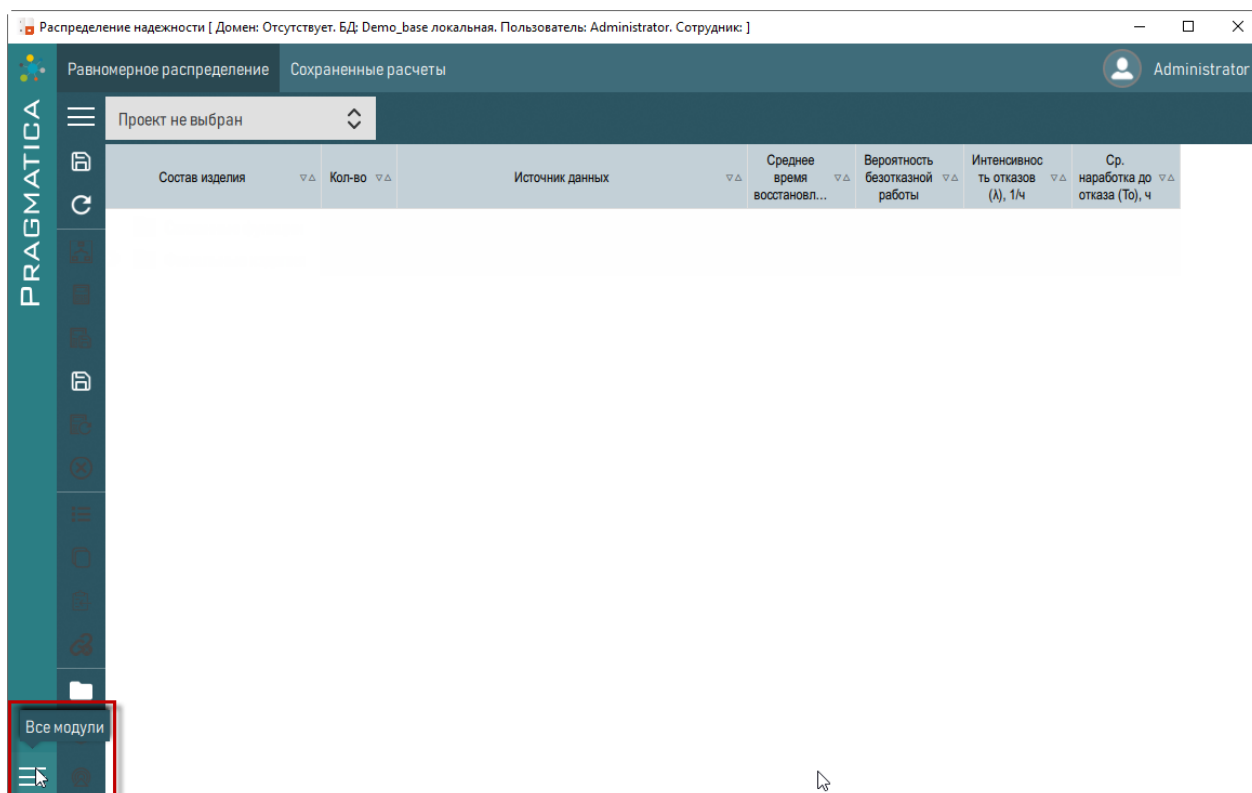

Рисунок 172 – Окно «Распределение надежности»
2) В рабочем окне, «Распределение надежности» нажать на кнопку  «Все модули», расположенную слева на панели (рисунок 172).